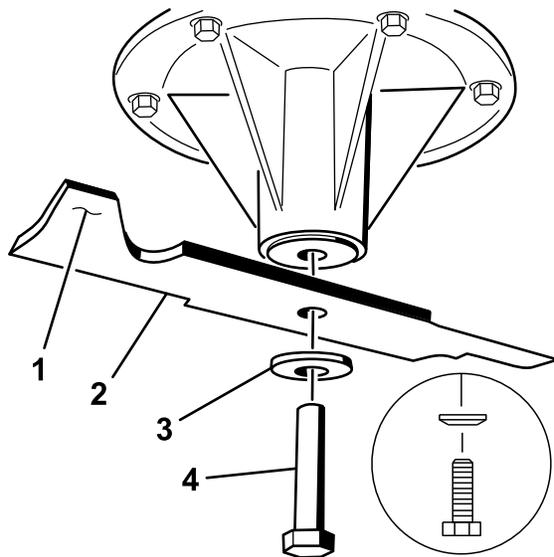

Рисунок 80
2. Установите нож на шпindel (Рисунок 80).
3. Установите изогнутую шайбу и болт ножа (Рисунок 80).
Примечание: Изогнутую шайбу необходимо установить так, чтобы ее конусная часть была обращена к головке болта (Рисунок 80).